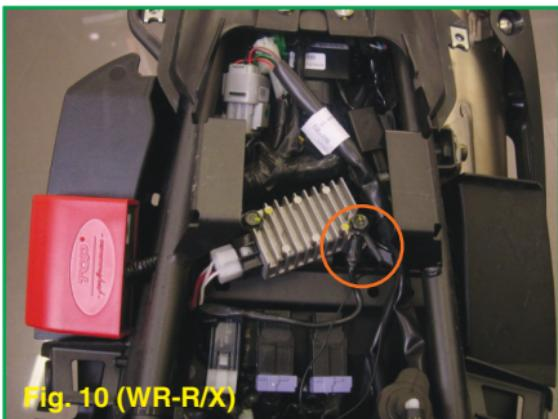

Fig. 10 (WR-R/X)
- Mettre en place la centrale TFI sous le cache latéral arrière droit (Fig. 10), la fixer à l'aide des autocollants dual lock en dotation et positionner le câblage jusqu'au moteur. Il est conseillé de fixer le câblage au cadre à certains endroits à l'aide de colliers serre-flex afin d'éviter toute détérioration.
- Relier le câble noir de la masse du câblage de la centrale TFI à une des vis du régulateur de tension du véhicule (Fig.10).